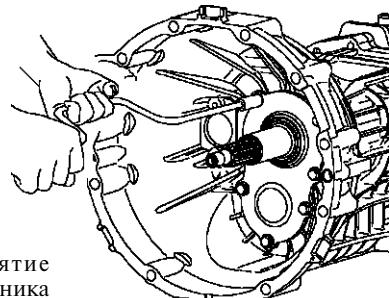

Рис. 6.7. Снятие крышки подшипника первичного вала
7. Отверните болты крепления и снимите крышку подшипника первичного вала (рис. 6.7).